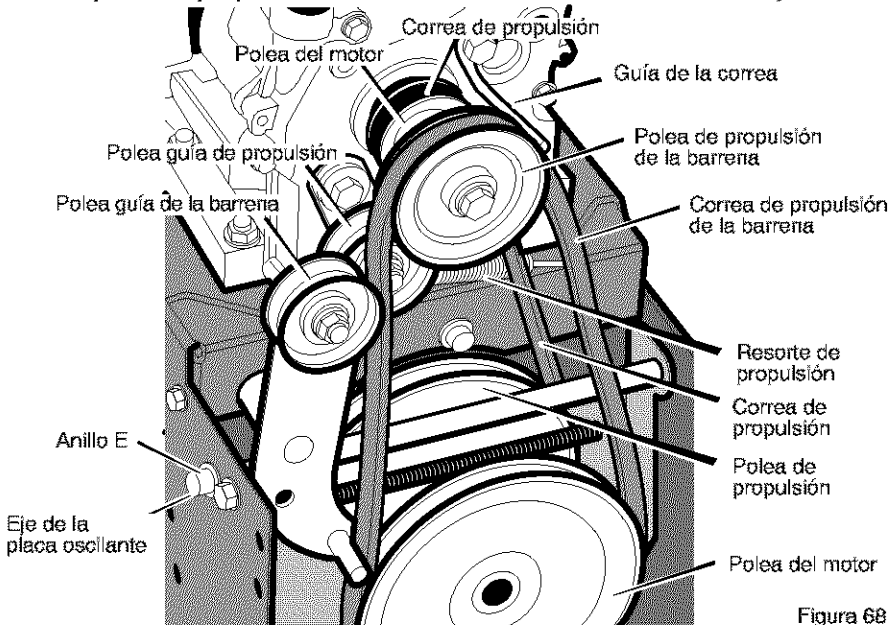

Figura 68
3. Afloje la tuerca de la polea guía de la barrena y mueva esta última hacia la correa un octavo de pulgada aproximadamente (3 mm) (Figura 68).
- Aloje la **guía de la correa**. Separe la **guía de la polea de propulsión de la barra** (Figura 68).
3. Quite el **anillo E** de uno de los extremos del **eje de la placa oscilante**. Quite este **eje** para que la placa oscilante gire hacia adelante (Figura 68).